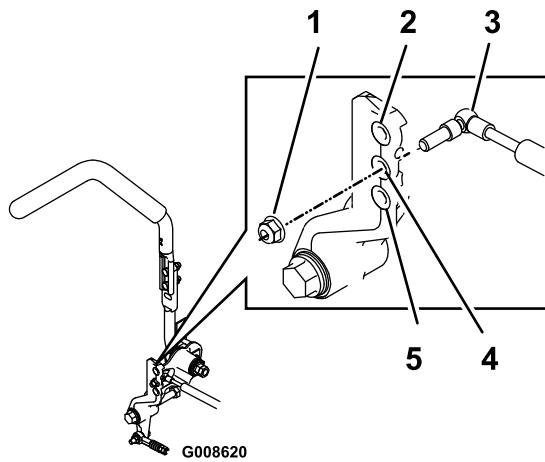

Figure 67
1. Boulon (4) 2. Plaque de butée
3. Retirez le contre-écrou, déplacez le boulon de fixation d'amortisseur à la position voulue, et remettez le contre-écrou en place. Pour les options de montage, voir Figure 67.